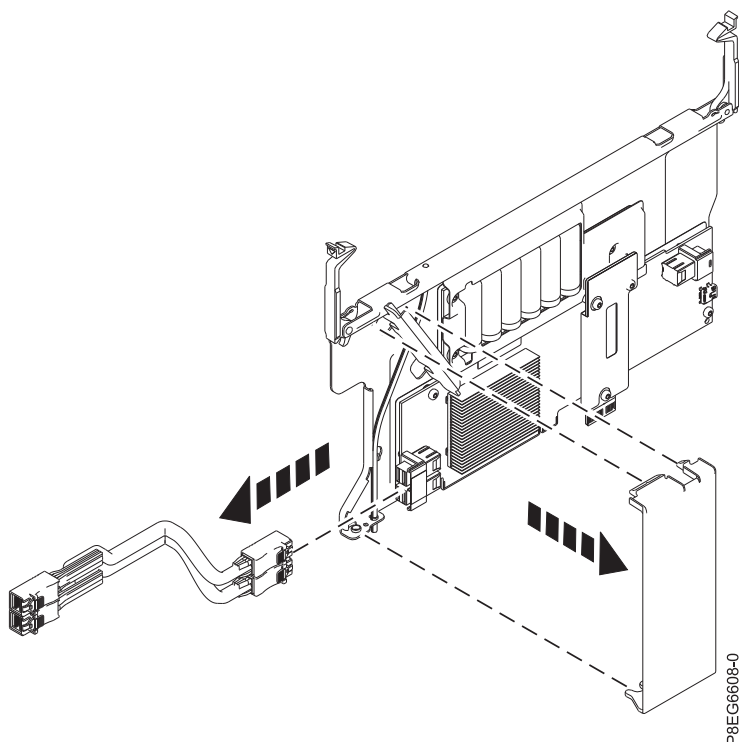

Figura 5. Removendo a cobertura de fluxo de ar do adaptador interno PCIe3 x8 cache SAS RAID de 6 Gb que está instalada no local P1-C15
10. Se você estiver removendo o adaptador interno SAS RAID do local P1-C15, remova a cobertura de fluxo de ar do adaptador. Primeiramente, pressione para baixo a parte superior da tampa e, em seguida, erga a parte inferior da tampa para fora do orifício no conjunto do adaptador interno SAS RAID. Coloque a tampa de lado para reutilização no adaptador de substituição. Veja a Figura 5 na página 8.